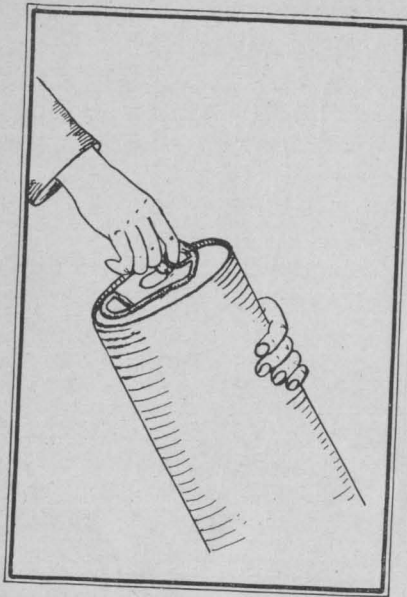

Abb. 8. Gaserzeuger: Abreißen der Verschlussfläche oben und unten
a) Aufgelötete Verschlussbleche abreißen (oben und unten) (siehe Abb. 8).